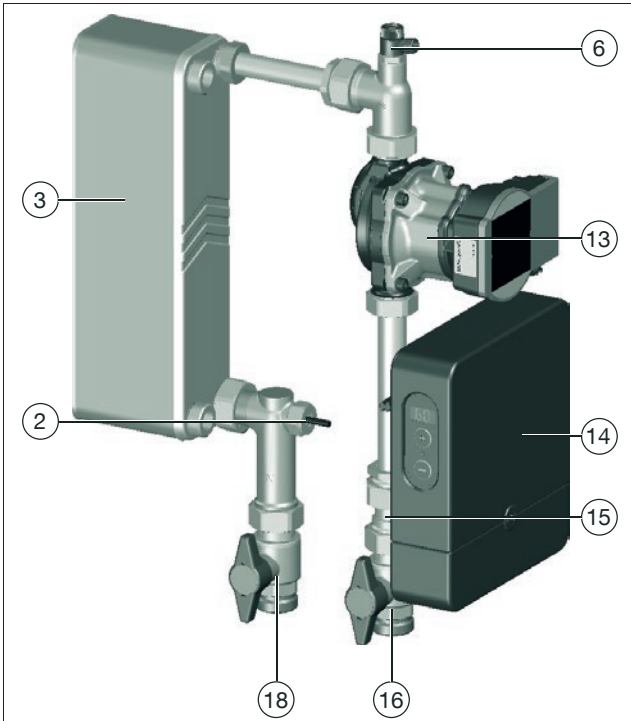

Abb. 14: Speicherkreis befüllen und entlüften
1. Öffnen Sie langsam den Absperrkugelhahn Vorlauf Speicherkreis (siehe Position (18) in Abb. 14 und in Abb. 1 auf Seite 10).
6. Öffnen Sie langsam den Absperrkugelhahn Rücklauf Speicherkreis (siehe Position (16) in Abb. 14 und in Abb. 1 auf Seite 10).